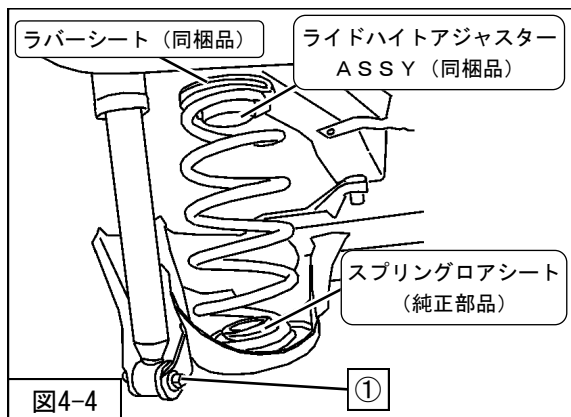

図4-4
を車両に取付けてください。(図4-4)
6. ①リアショックアブソーバASSYロア取付ボルト・ナット (締付トルク : 54N・m) ABSセンサーハネスのガイドラバーとクリップを取付けてください。(図4-4)